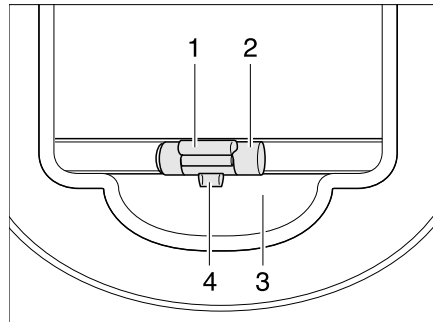

Bild 26 Verdunklungsrollo
- Das Verdunklungsrollo am Griff (Bild 26,2) nach unten ziehen und einrasten lassen.
- Das Verdunklungsrollo am Griff (Bild 26,2) leicht nach unten ziehen und die Entriegelungsleiste (Bild 26,1) nach außen drücken. Die Verriegelung (Bild 26,4) löst sich aus der Aufnahme (Bild 26,3).